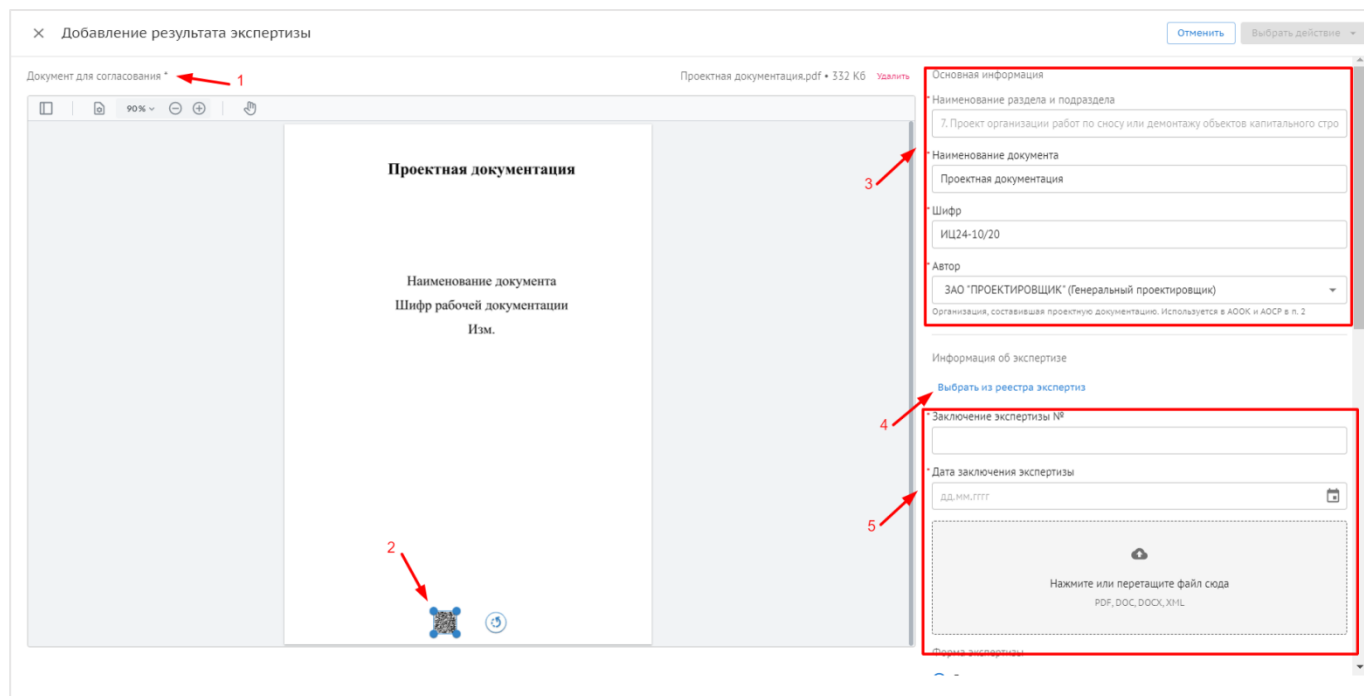

Рис. 93 – Заполнения атрибутов при Добавлении результата экспертизы
2.3. В открывшемся окне загружается сам том проектной документации прошедший экспертизу (1), проставляются QR-коды (2) и заполняются атрибуты справа, основные атрибуты заполнены автоматически (3), также необходимо заполнить атрибуты Информация об экспертизе, выбрав предварительно загруженное заключение во вкладку Заключение экспертизы (4) или загрузить его (5) (рис. 93);